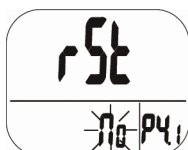

Abb. 17: Kein Reset
- Drücken Sie die SET-Taste. Im P4.0-Modus blinkt NO im Display (Abb. 17). Bei dieser Einstellung wird kein Reset vorgenommen.